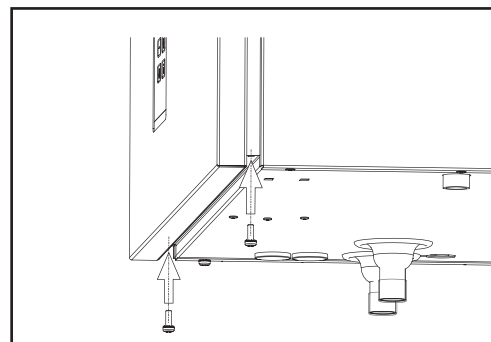

Fig. 12 Schroeven in onderste deurtje
3. Controleer of beide schroeven geplaatst zijn in het onderste deurtje (*zie Fig. 12*) (alleen Combi 50).